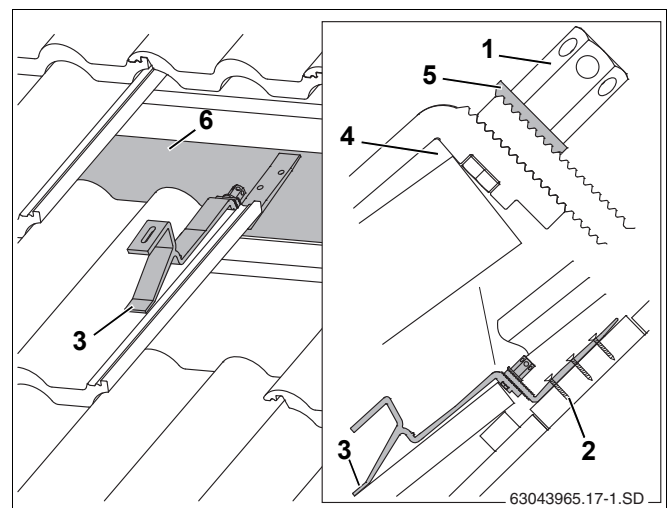

Рис. 15 Установленный кровельный крюк (для наглядности изображены не все элементы черепицы)
- Установите переднюю подпорку на черепицу таким образом, чтобы она при нагрузке легла во впадину черепицы (рис. 15, **поз. 3**).
При этом должен быть зазор между кровельным крюком и верхним краем черепицы (рис. 15, **поз. 4**). При необходимости подгоните черепицу сверху.
- Нижнюю часть кровельного крюка сдвиньте вниз настолько, чтобы он прилегал к стропилам или к доске/брусу (рис. 15, **поз. 6**).
Зубчатая подкладная шайба (рис. 15, **поз. 5**) должна войти в зацепление с нижней частью кровельного крюка.
- Затяните высокие гайки (рис. 15, **поз. 1**). Для этого вставьте ключ SW5 в отверстие гайки и поверните его.
- Прикрепите нижнюю часть кровельного крюка шурупами к стропилам минимум в первом (рис. 15, **поз. 2**) и втором отверстиях.